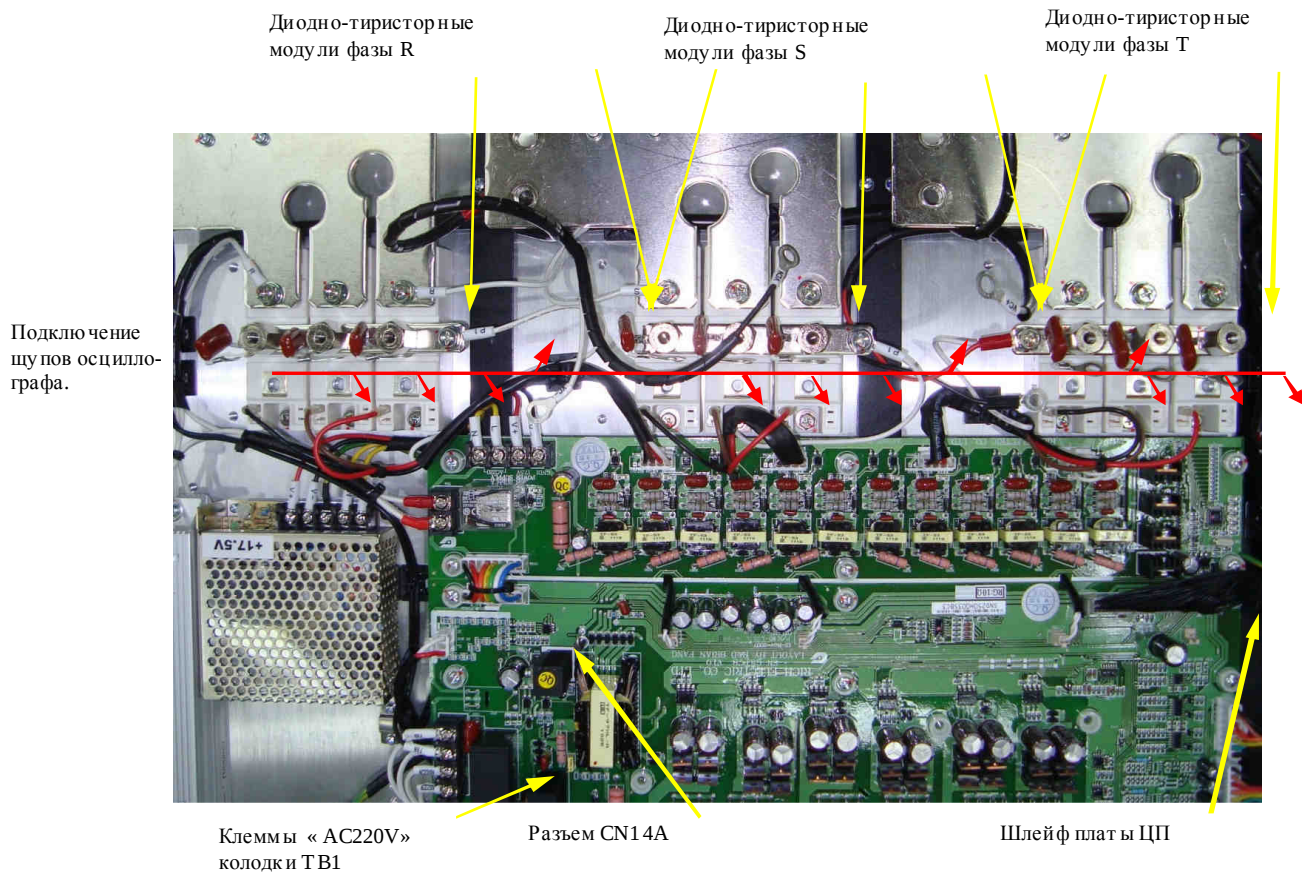

Рис. 4.10.
4.9.1. Соединить плату драйверов с платой управления тиристорами с помощью шлейфа, подключить к плате управления тиристорами блок питания и управляющие разъемы диодно-тиристорных модулей. Подсоединить к плате драйверов плату ЦП и пульт управления с помощью шлейфа платы ЦП. (рис. 4.2). Отсоединить от клемм «AC220V» колодки ТВ1 платы драйверов штатные провода и подсоединить к этим клеммам кабель питания ~220 В. Подсоединить выход источника питания =540 В к разъему CN14A платы драйверов (рис. 4.10).
Подключить щупы осциллографа к объединительной шине «+» и управляющим контактам 4 каждого диодно – тиристорного модуля фазы R (см. рис. 4.10). Наблюдать импульсы управления.